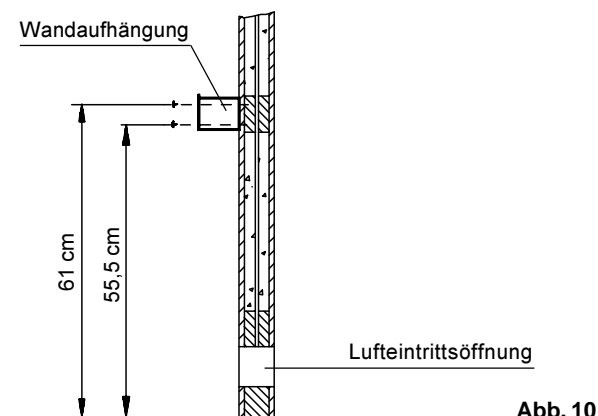

Abb. 10
- Wandhalterung gemäß Abb. 10 + 11 mittig über der Lufteintrittsöffnung mit den beigefügten Spanplattenschrauben an der Kabinenwand festschrauben.